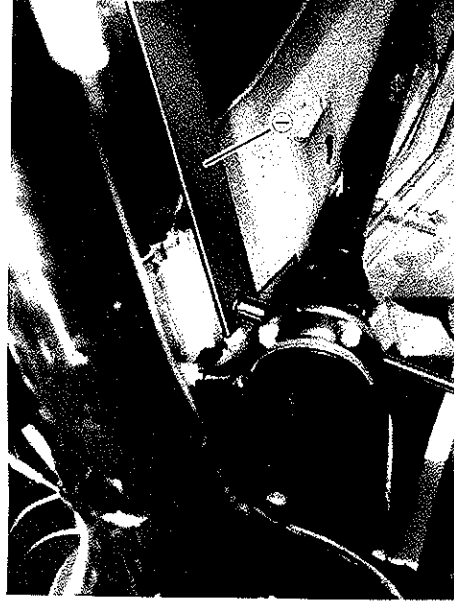

Fig. 13-4-3
- 13) Desmonte la placa (1) como se muestra en la Fig. 13-4-3.